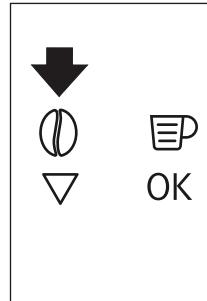

Fig. 15
- ▶ L'appareil est préréglé pour faire du café avec un goût normal. Vous pouvez aussi choisir du café avec un goût extra doux, doux, normal, fort ou extra-fort. Il existe également une option de café prémoulu. Pour choisir le goût souhaité, appuyez plusieurs fois sur la touche tactile ☑ (B4) (Fig. 15). Le goût de café souhaité s'affiche.